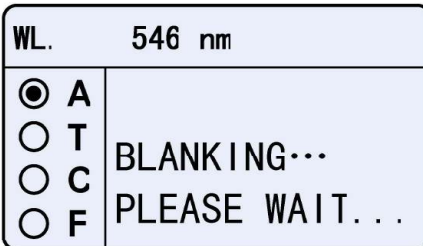

Fig. 4-2
- 3) Mueva la referencia hasta la luz, y pulse  para ajustar el 100%T (Fig.4-2).